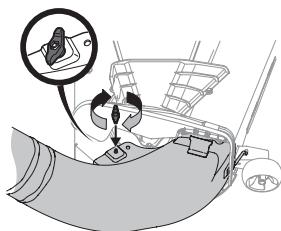

Figura 31
5. Fije el codo del canal de descarga en la plataforma de corte usando una perilla de aletas (720-04122) a partir de el paquete de herrajes 689-02200. Consulte la Figura 31.
6. Fije el codo del canal de descarga en la plataforma de corte usando una perilla de aletas (720-04122) incluida en el paquete de herrajes 689-02200. Consulte la Figura 31.